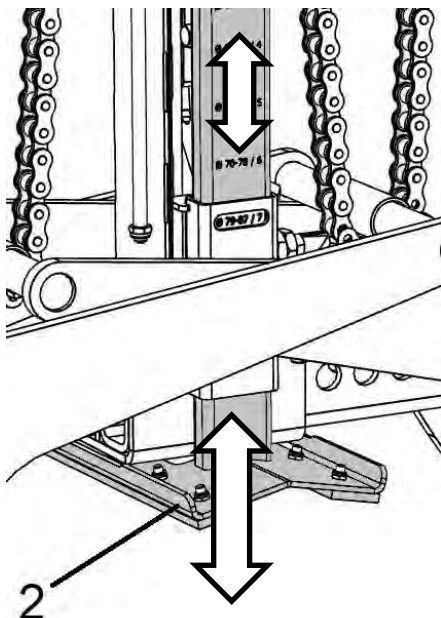

Abb. 1.1
2. Trek de vergrendeling (1) omhoog en draai deze 180°, terwijl u met de andere hand de steun (2) vasthoudt om te voorkomen dat deze onbedoeld naar beneden valt. **GEVAAR VOOR ONGELUKKEN!**
3. 3. verplaats de in hoogte verstelbare steun (2)
4. (Fig. 1.1) tot de juiste dompeldiepte is ingesteld (zie kijkvenster Fig. 1.1).